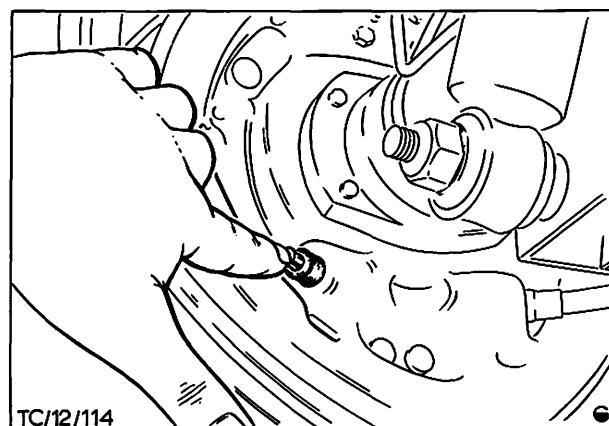

Abb. 12 Spiel am Prüfstift prüfen
10. Handbremsseil einstellen (siehe Arbeitsposition 12662), Abb. 12/13